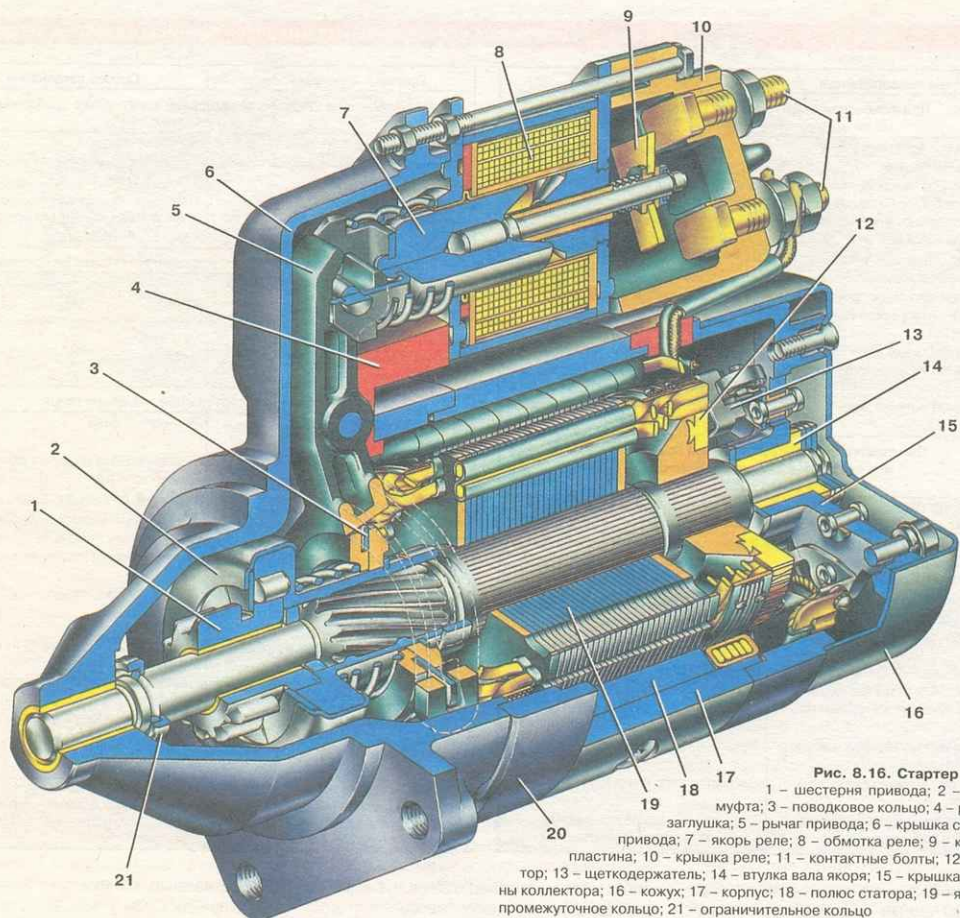

Рис. 8.16. Стартер 35.3708:
На автомобилях ВАЗ-2106 в настоящее время в основном применяется стартер 35.3708 (рис. 8.16) с торцевым коллектором. На части выпускаемых автомобилей могут быть установлены стартеры производства Германии или Белоруссии. Эти стартеры взаимозаменяемы со стартером 35.3708 по
**Проверка тягового реле.** Установите между ограничительным кольцом 3 (рис. 8.16) и шестерней прокладку толщиной 12,8 мм и включите реле. У однообмоточного реле проверьте силу потребляемого тока, которая должна быть не более 23 А. У двухобмоточного реле проверьте напряжение включения реле, которое должно быть не более 9 В при температуре окружающей среды (20±5)°С. Если напряжение больше, то это указывает на неисправность реле или привода.